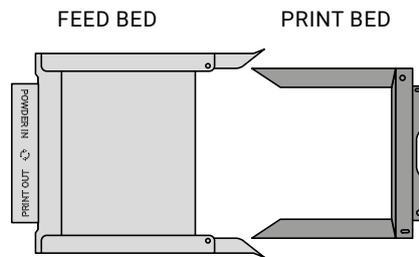

Abbildung 3.2 Die richtige Anordnung der IO BOX, die es dem/der Benutzer/in ermöglicht, den fertigen Printout zu entnehmen.
6. Lege die gefaltete IO BOX (In and Out) in die Prozesskammer. Vergewissere Dich, dass die Elemente wie in der Abbildung 3.2 angeordnet sind.